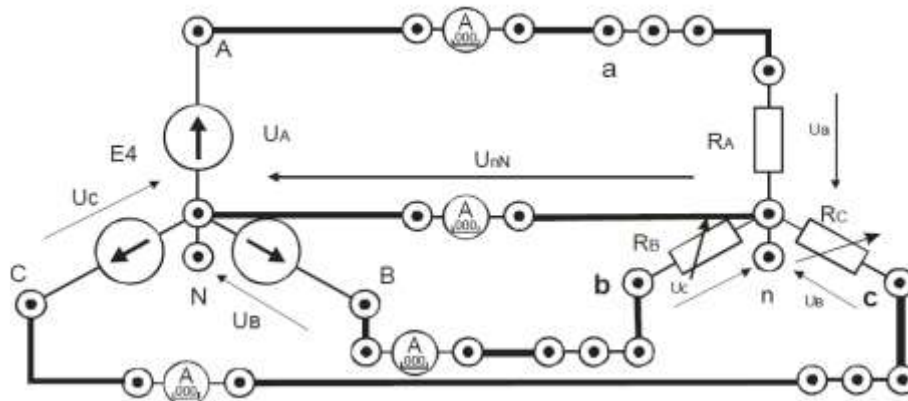

Рис.22.
3. Собрать симметричную четырехпроводную трехфазную электрическую цепь (рис. 22). В качестве амперметров использовать цифровые приборы в режиме измерения переменного тока (тумблер режима работы приборов в позиции «~»). В качестве потребителей R_A , R_B , R_C использовать резисторы R_{17} , R_{18} , R_{19} , установив соответствующие тумблеры в позицию «1». Представить схему для проверки преподавателю.